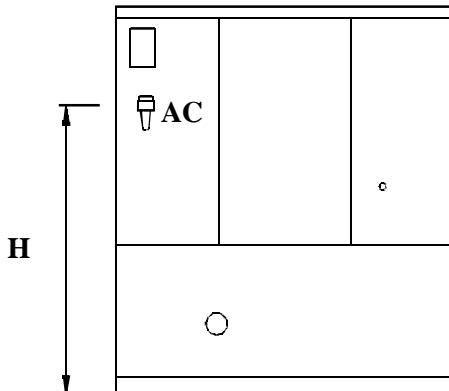

fig. 23
- Refer to Connection Technical Sheet of the corresponding model for sections, dimensions and flow for connection AC (*fig. 23*).
4.13 CONEXION DE AIRE COMPRIMIDO (AC). (Solo modelo H2255).
- Ver Hoja Técnica de Conexiones del modelo correspondiente para sección, cotas y caudal de conexión AC (*fig. 23*).
4.13 RACCORDEMENT D'AIR COMPRIME (AC) (Seulement modèle H2255)
- Voir Feuille Technique de Raccordements du modèle correspondant pour section, cotes et débit de raccordement AC (*fig. 23*).